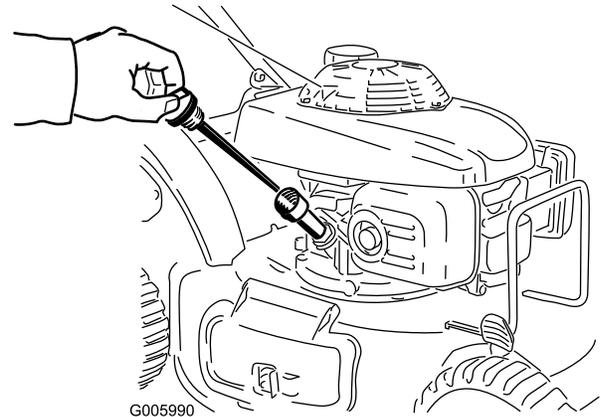

Figura 35
2. Retire la varilla (Figura 35).
4. Vierta aceite **lentamente** por el tubo de llenado de aceite, comprobando el nivel con la varilla de vez en cuando, hasta que la varilla indique que el motor está lleno, tal como muestra Figura 35. **No llene demasiado.**